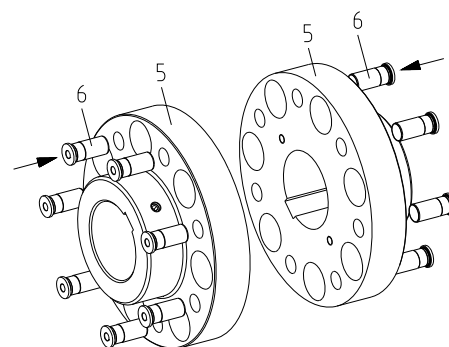

Рис. 19
- Лёгкими ударами вбейте втулки (деталь 6) в отверстия меньшего диаметра ступиц (деталь 5) (см. рис. 19).